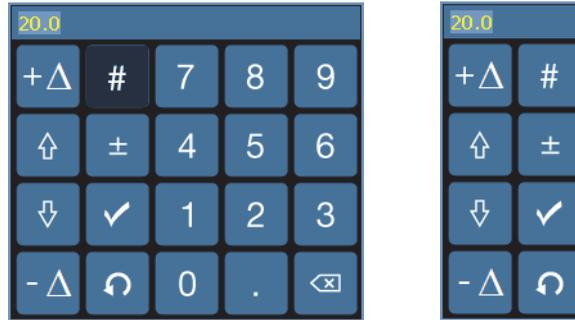

Abbildung 1-13 Virtuelle Tastatur mit (links) und ohne (rechts) numerischem Tastenfeld
2. Tippen Sie auf die Schaltfläche #, um das numerische Tastenfeld anzuzeigen (siehe Abbildung 1-13 auf Seite 38).